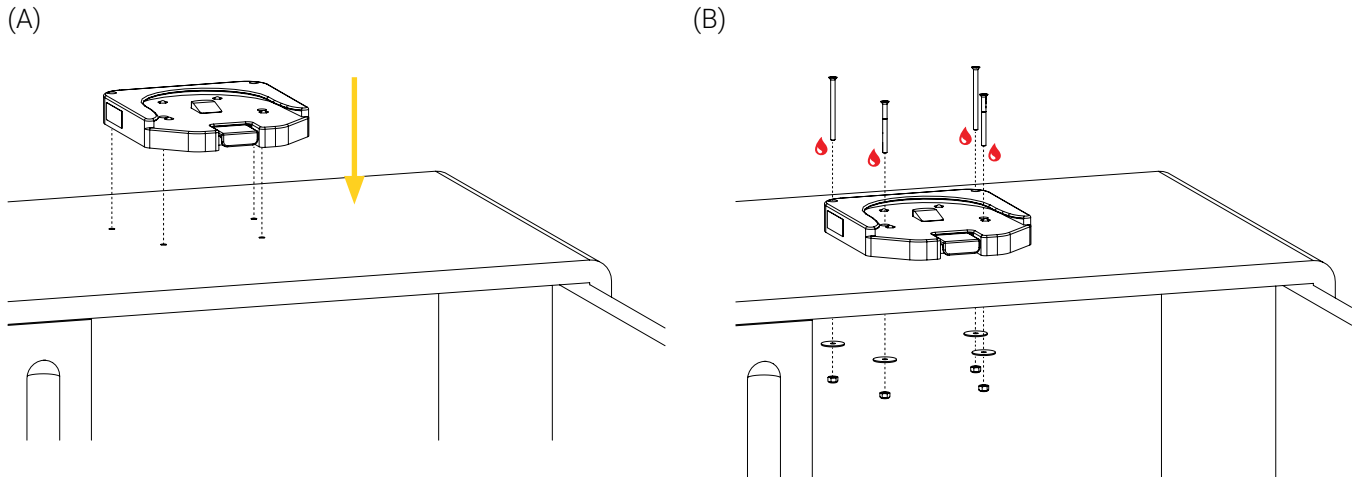

Figure 10: Installation de la Base de Fixation Standard sur un comptoir
5. Retirer le gabarit de perçage et percer quatre (4) trous perpendiculairement, à l'aide d'une perceuse et d'une mèche 13/64 po.
- Placer la Base de Fixation Standard sur le dessus de la surface d'installation, puis aligner les trous de vis (Figure 10 A).
- Insérer quatre (4) vis en acier inoxydable 10-32 po enduits d'adhésif frein-filet de force élevée (🔥) par le dessus de la surface d'installation, puis serrer en croix par le dessous de la surface à l'aide de quatre (4) rondelles de 0,040 po diam. int. X 1 po diam. ext. X 0,203 po ép., quatre (4) écrous 10-32 po D et d'un tournevis à tête Phillips (Figure 10 B).